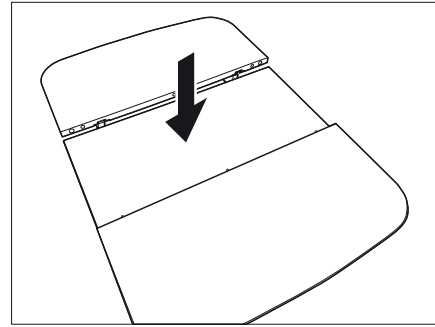

Bild 109 Sänk ner mittendel
- Tryck bordets mittendel kraftigt neråt (Bild 109). Mittendelen trycks uppåt med fjäderkraft.
- Tryck bordets mittendel kraftigt neråt. Mittendelen hakar fast i det undre läget (Bild 109).